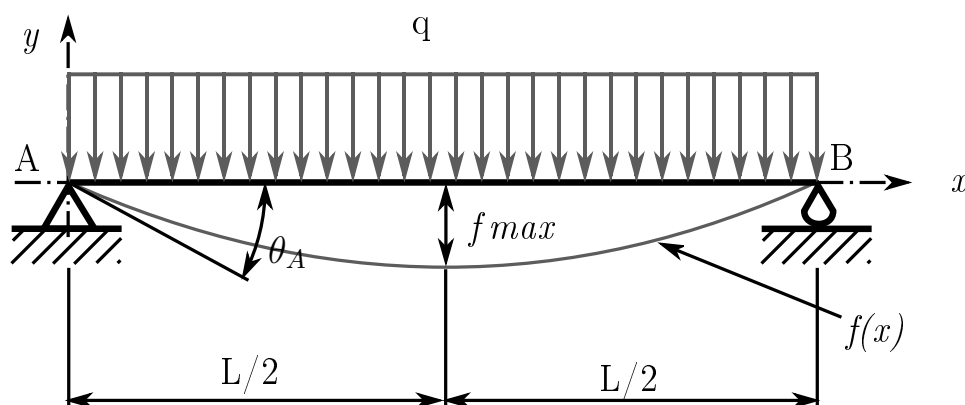

FIGURE 2 – Modèle poutre de l'étagère
L'étagère est posée sur deux équerres qui sont représentées par les deux appuis en A et en B sur la figure 2. Le poids des livres est modélisé par une charge linéique répartie q (N m^{-1}) sur toute la largeur de l'étagère.
La théorie des poutres permet de déterminer la déformée d'une poutre (représentée par la fonction $f(x)$ sur la figure 2) à partir de ses caractéristiques géométriques (moment quadratique Ix), de son matériau (module d'Young E) et des contraintes qu'elle subit (moment fléchissant Mfz).
- (c) A partir de la figure 2, déterminer la valeur de $\frac{df}{dx}(\frac{L}{2})$, en déduire la valeur de la constante d'intégration et modifier `dfleche` en conséquence. Tracer la nouvelle forme de $\frac{df}{dx}(x)$ en fonction de x .